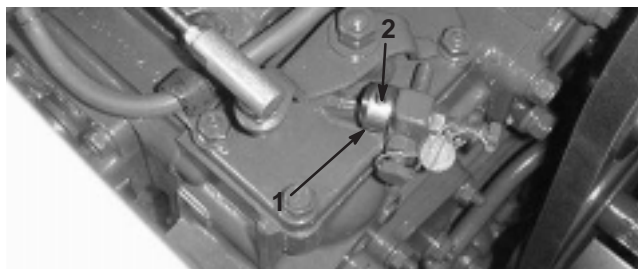

Figure 3
2. Glissez la butée de papillon sur la vis de butée de régime maximum de marche à vide (Fig. 3). La fente de la butée doit être placée sur le relief du moteur.